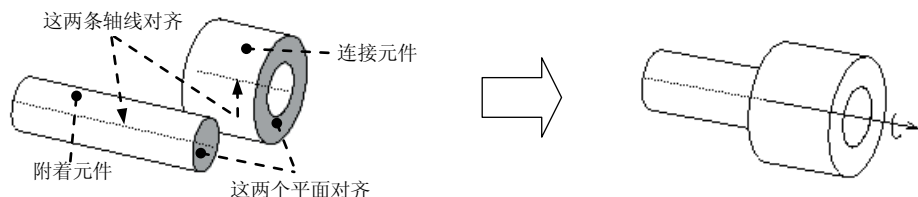

图 12.2.2 销钉 (Pin) 接头
① 在操控板的约束集列表中选择  **销钉** 选项, 此时系统显示“装配”操控板。
② 单击操控板中的 **放置** 按钮, 在系统弹出的界面中可看到, 销钉连接包含两个预定义的约束:  **轴对齐** 和  **平移**。
③ 为“轴对齐”约束选取参照。分别选取图 12.2.2 中的两条轴线 (元件 MECH_PIN.PRT 和 MECH_CYLINDER.PRT 的中心轴线)。
④ 为“平移”约束选取参照。分别选取图 12.2.2 中的两个平面 (元件 MECH_PIN.PRT 和 MECH_CYLINDER.PRT 的端面) 以将其对齐, 从而限制连接件沿轴线平移。